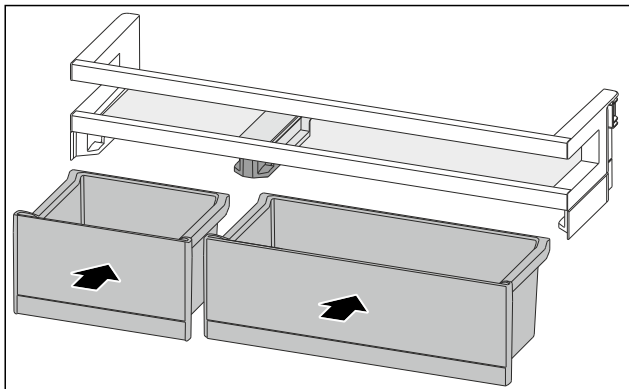

Fig. 116
- Helyezze be a VarioBoxokat a megcserélt sorrendben. (lásd Fig. 116)